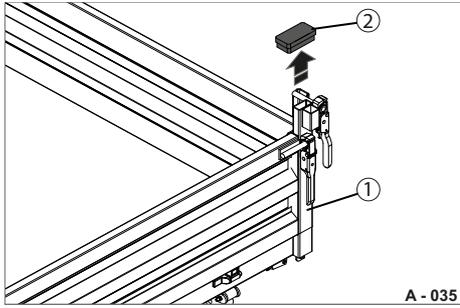
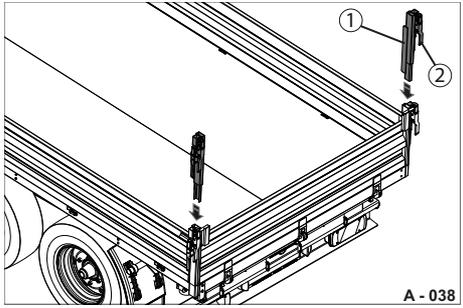

Abb. 33 Montage Bordwandaufsatz vorbereiten
Abb. 34 Eckrunge-Aufsätze einstecken
► Entfernen Sie die Abdeckkappen (Abb. 33/2) aus den Eckrungen (Abb. 33/1) der Grund-Bordwände.
► Stecken Sie die Eckrunge-Aufsätze (Abb. 34/1) in die Eckrunge der Grund-Bordwände (Abb. 33/1) ein. Achten Sie darauf, dass die Verschlüsse (Abb. 34/2) nach außen zeigen.